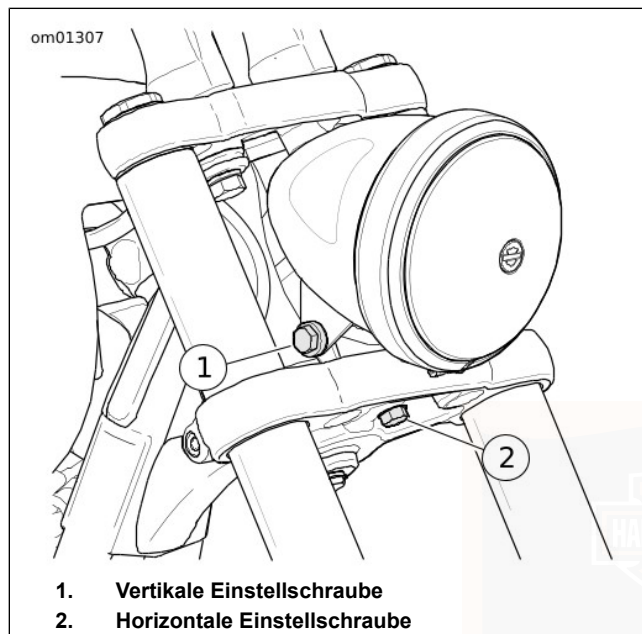

Abbildung 47. Scheinwerfereinstellung (typisch)
1. Siehe Abbildung 47. Befestigungsteil zur horizontalen Einstellung (2) lockern. Den Scheinwerfer nach rechts bzw. links neigen, bis der Lichtstrahl gerade nach vorne zeigt.
2. Befestigungsteil zur horizontalen Einstellung (2) anziehen auf 40,7–47,5 N·m (30–35 ft-lbs).
3. Die vertikale Einstellschraube (1) lockern. Den Scheinwerfer in Bezug auf die horizontale, während der Scheinwerfer-Ausrichtungsprüfung gezeichnete Linie nach oben oder unten neigen.
4. Die vertikale Einstellschraube (1) auf folgendes Drehmoment anziehen: